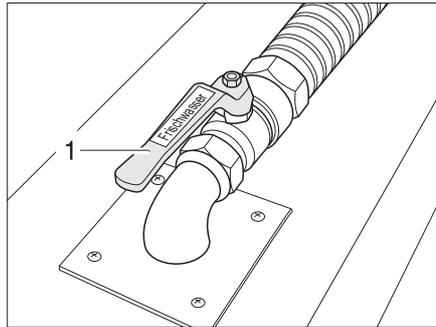
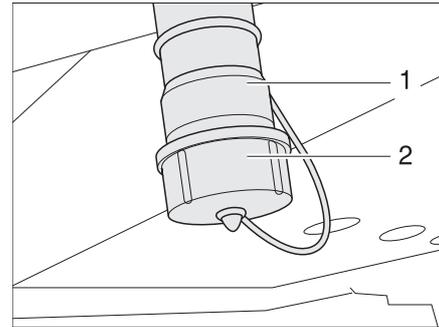

Bild 161 Ablasshahn Wassertank
Bild 162 Wasser-Ablaufstutzen
Der Ablasshahn (Bild 161,1) ist im Doppelboden auf der linken Seite des Fahrzeugs angebracht. Der Ablasshahn ist durch den Schriftzug "Frischwasser" gekennzeichnet. Eine Abdeckkappe (Bild 162,2) verschließt den Wasser-Ablaufstutzen (Bild 162,1). An den Wasser-Ablaufstutzen (Bild 162,1) kann eine Schlauchleitung angeschlossen werden.
- Abdeckkappe (Bild 162,2) am Wasser-Ablaufstutzen (Bild 162,1) durch eine viertel Umdrehung im Uhrzeigersinn entriegeln und abnehmen.
- Geeigneten Ablaufschlauch an den Wasser-Ablaufstutzen (Bild 162,1) montieren oder geeigneten Auffangbehälter unter den Wasser-Ablaufstutzen stellen.
- Ablasshahn (Bild 161,1) öffnen.
- Ablasshahn (Bild 161,1) schließen.
- Abdeckkappe aufsetzen (Bild 162,2) und durch eine viertel Umdrehung entgegen dem Uhrzeigersinn verriegeln.